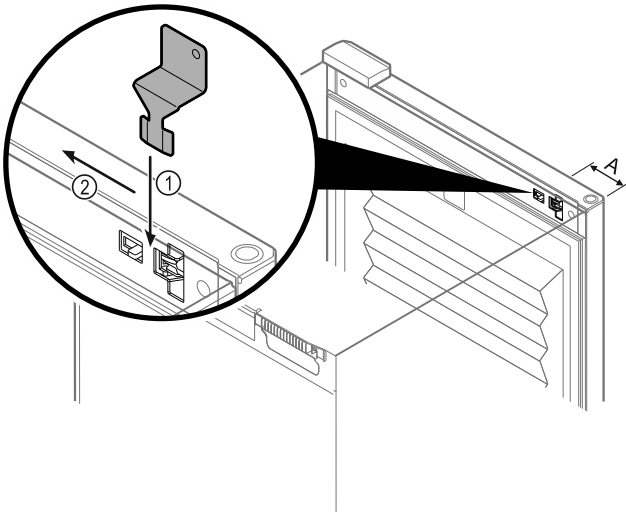

Fig. 101
- Coloque la llave de desbloqueo de emergencia en el lugar indicado Fig. 101 (A) ≈ 100 mm.
- Introduzca la llave de desbloqueo de emergencia Fig. 101 (1) entre la puerta y el cuerpo del electrodoméstico desde la parte superior hasta el tope.
- Tire de la llave de desbloqueo de emergencia hacia la bisagra. Fig. 101 (2)